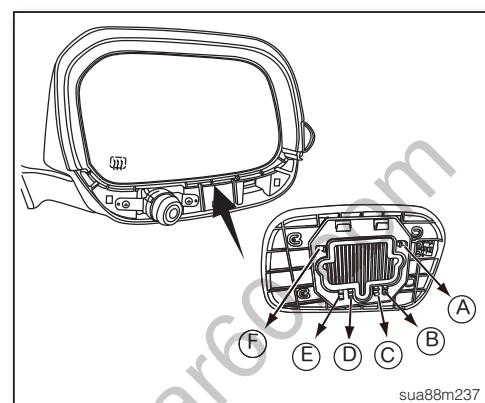

图6
2. 由右车门后视镜镜片下方，依固定卡榫A~F位置拆下右车门后视镜镜片(如图6)。